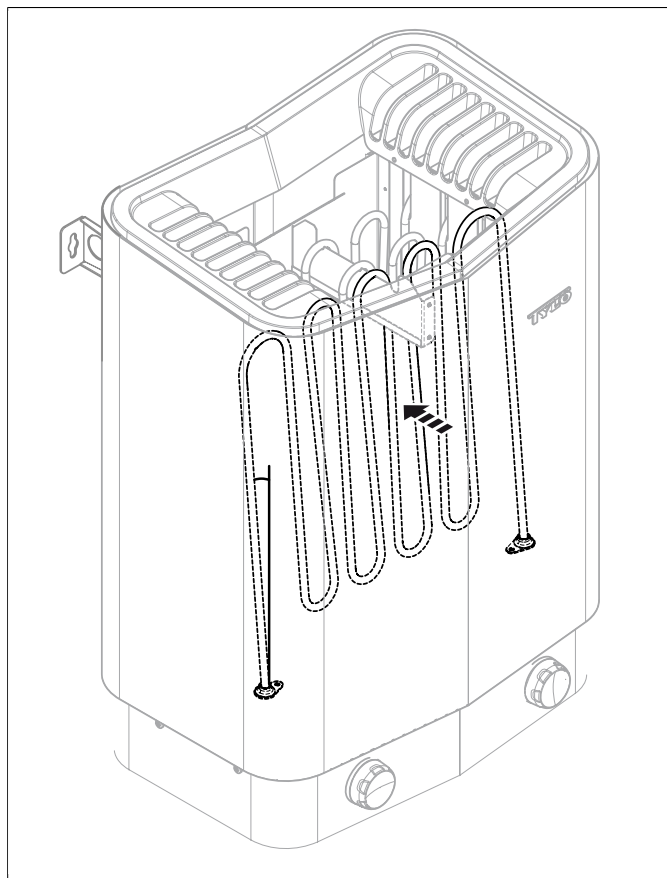

Fig 7: Incliner les résistances
- Incliner les résistances pour faciliter la sortie des pierres voir **Fig 7**, page 5.